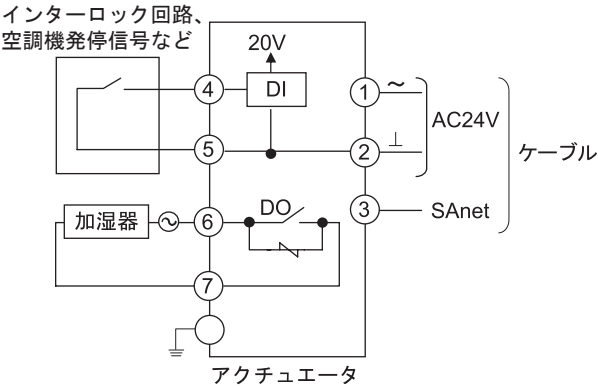

図11 結線例（基本配線接続例）
- (2) 端子カバー止めねじ（M4×10、3か所）を外し、端子カバーを外します。
(3) 端子（M3.5ねじ）で接続します。
- * 『図11 結線例』を参照して、正しく接続してください。
- (注記) DO(⑥・⑦端子)をAC100 V以上で使用する場合は、接地端子にD接種接地を用いて接続してください。